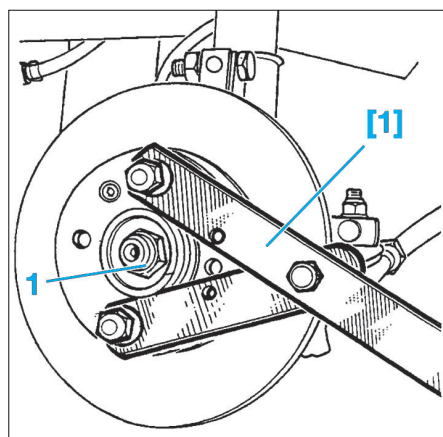

Fig. 1
- [1]. Outil d'immobilisation du moyeu type "Y" (Fig.1).
- l'écrou de transmission (1) à l'aide de l'outil [1] (Fig.1),